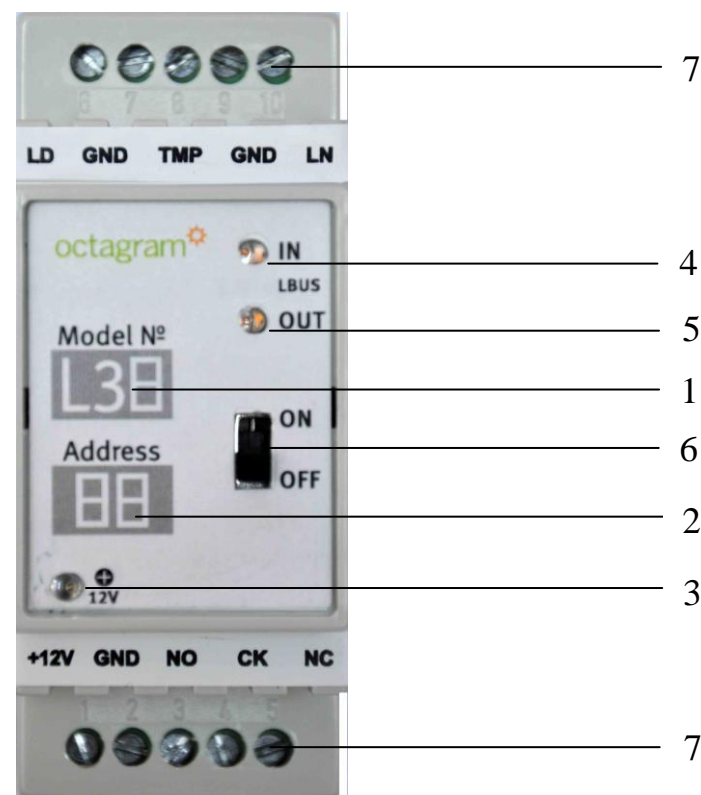

Рисунок 1
Общий вид контроллера представлен на рис. 1. Контроллер серии L3 размещается в закрытом пластиковом корпусе, предназначенном для крепления на DIN-рейку. На передней панели корпуса обозначены модификация (1) и адрес (2) контроллера. Там же расположены: индикатор питания контроллера (3), индикаторы приема (4) и передачи (5) по линии LBUS, переключатель удлинения линии LBUS (6). На верхней и нижней площадке (7) размещены контактные группы для подключения проводов. Дополнительное оборудование, которое устанавливается в контроллеры L3U, L32: